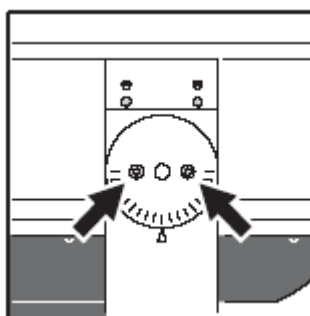

Рис. 16. Винты фиксатора
1. Поддерживайте светильник, чтобы он не смог опрокинуться под своим весом. См. Рис. 16. Ослабьте винты фиксатора на каждой стороне монтажного кронштейна.